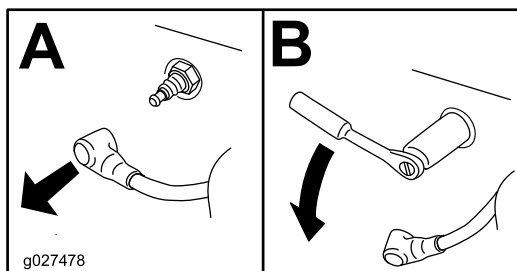

Figura 50
- Demontați bujia (Figura 50).